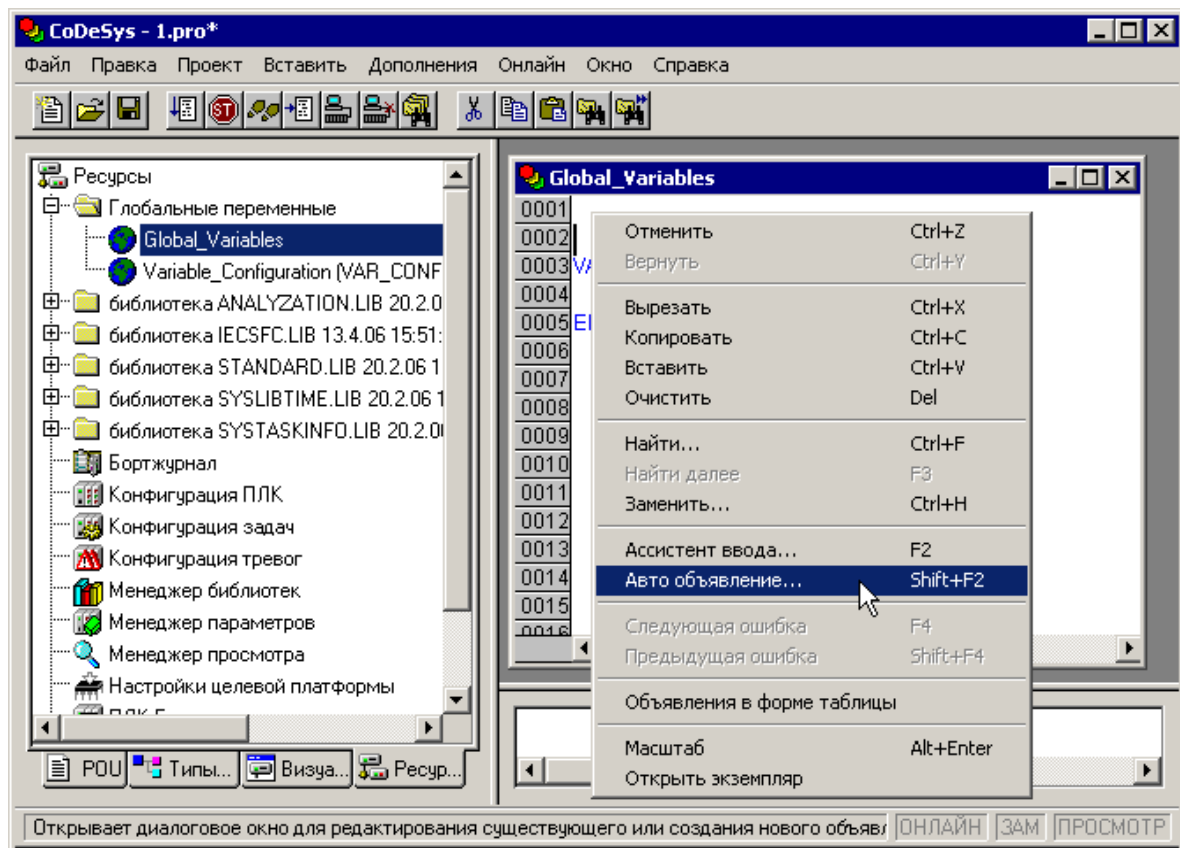

Рисунок 7.3 – Глобальные переменные. Вызов окна «Объявление переменной»
- 1) Войти в режим «Глобальные переменные (Global Variables)», в открывшемся окне режима (редакторе) – выбрать команду «Автообъявление» контекстного меню (см. рисунок 7.3).